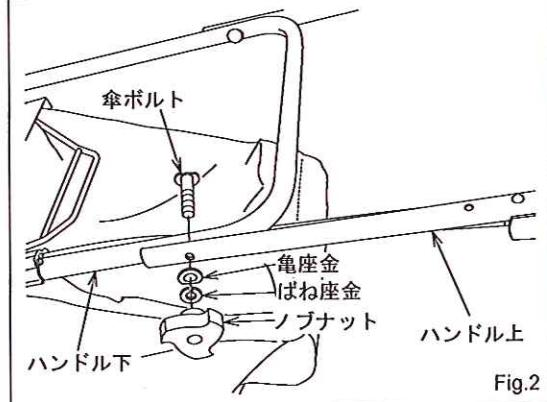

Fig.2
- (2) ハンドル(上)の取り付け：ハンドル(下)の穴にハンドル(上)の穴を合わせて傘ボルトを挿入し、亀座金・ばね座金・ノブナットで取り付けて下さい。 (Fig.2)